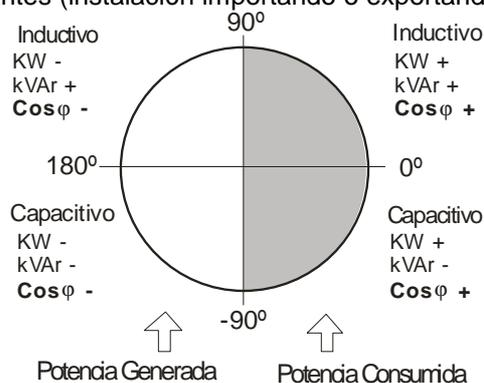

Fig. 2.1.- Signos en las medidas de 4 cuadrantes
- Control en cuatro cuadrantes (ver fig.2.1), con indicación de los escalones conectados, indicación de $\cos \phi$, signo de la potencia y signo de la potencia reactiva (inductivo \sim o capacitivo —|—).